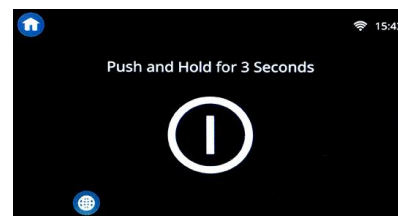

Figure 1
- Appuyer sur la touche  et la maintenir enfoncée 3 secondes pour allumer la friteuse (voir Figure 1).